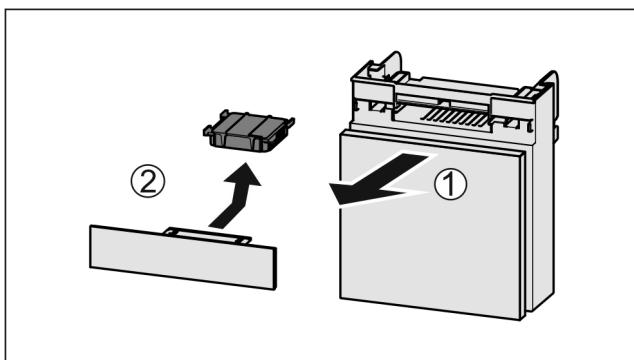

Fig. 86
- Издърпайте Fig. 86 (1) напред отделението.
► Извадете Fig. 86 (2) филтъра с активен въглен.